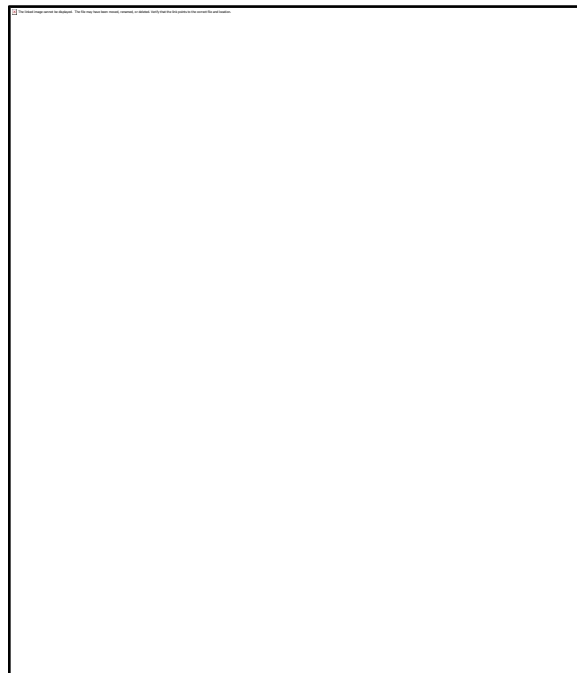

Figura 62-4. Propiedades de Basler USB Connect
- Paso 3. En la ventana Propiedades de Basler USB Connect (Figura 62-4), seleccione la pestaña Detalles. Compruebe si el valor contiene **MI_00** o **MI_02** en el centro de la cadena. Este valor se utilizará más adelante en el paso 6.